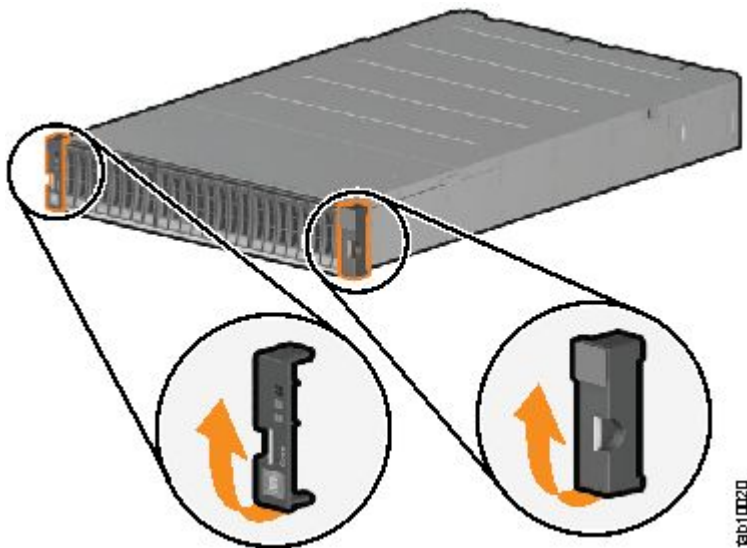

图 17. 卸下机柜端盖
- 步骤 1. 在驱动器组合件的任意一侧，握住手柄并拉动端盖底部直至脱离，然后对齐机柜顶部的卡口，从而卸下机柜。（请参阅第 19 页图 17 “卸下机柜端盖”。）